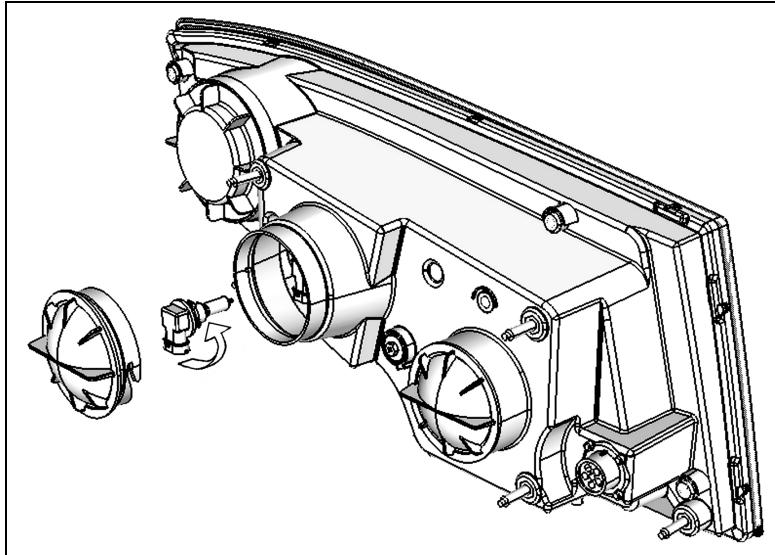

FIGURE 3: FEU DE CROISEMENT ET CONNECTEUR
5. Tourner le culot de l'ampoule dans le sens antihoraire (figure 3).